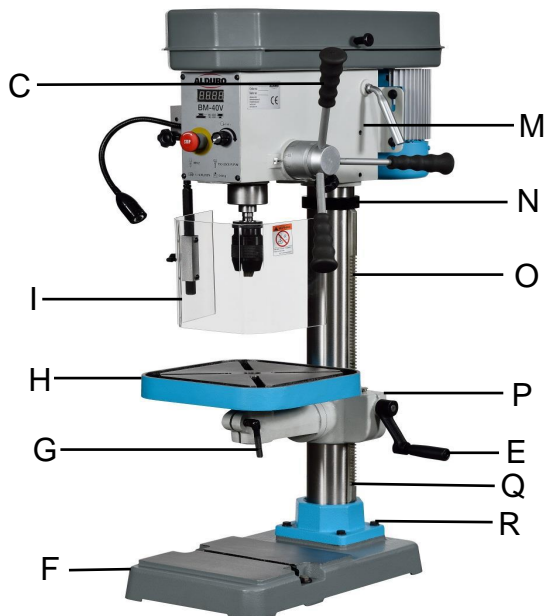

Fig. 3
Befestigen Sie die Säule (Q, Fig 3) am Maschinensockel (F); die 4 Sechskantschrauben (R) gut festziehen.
Den Säulenflansch (P, Fig 3) mit eingeführter Zahnstange (O) auf der Säule montieren. Den Ring (N) montieren und mit den Schrauben fixieren.
Den Arbeitstisch (H, Fig 3) montieren. Den Klemmhebel (G, Fig 3) einschrauben.